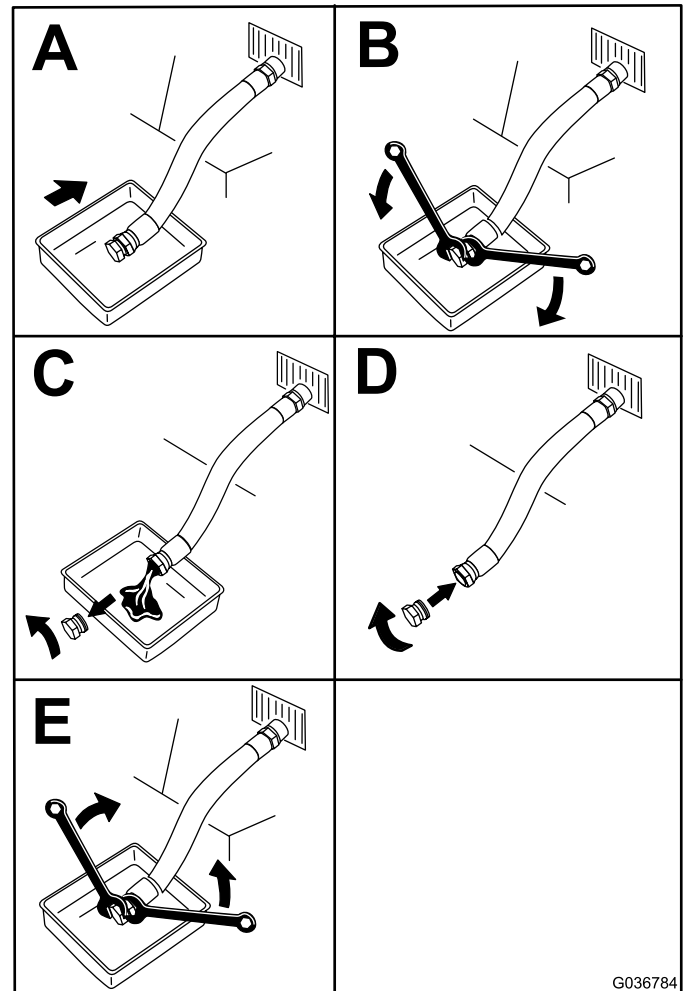

Figure 33
4. Vidangez l'huile moteur, comme montré à la Figure 33.